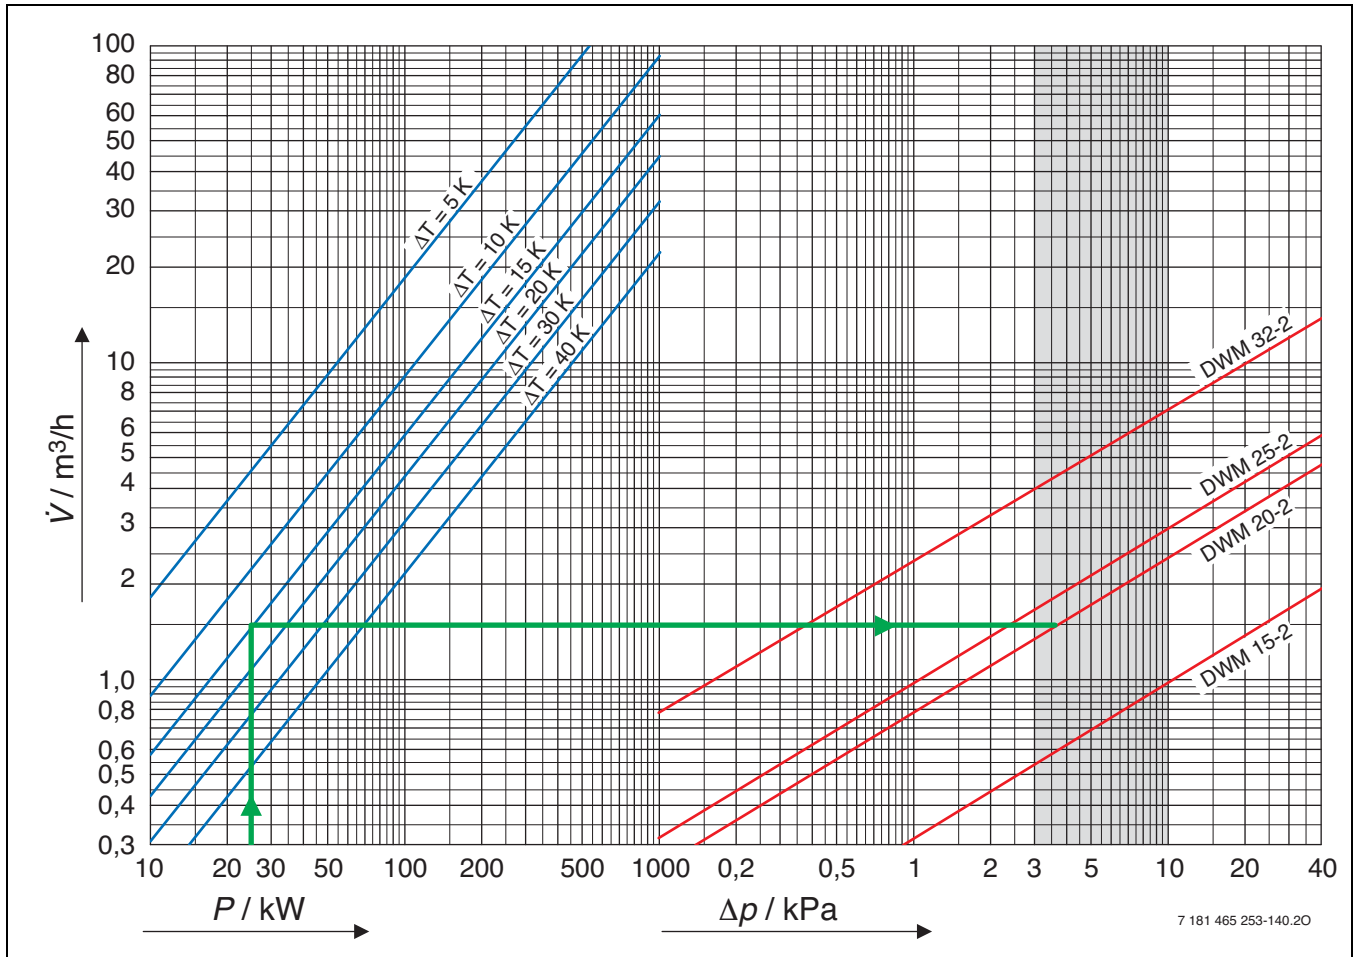

Bild 121 Auslegungsdiagramm für 3-Wege-Mischer
Um eine gute Reglercharakteristik zu erreichen, muss der Druckabfall im Mischer gleich dem Druckabfall des sog. „mengenvariablen“ Teils des Rohrnetzes sein, also ebenfalls ca. 3,0 ... 10,0 kPa. Dieser Zusammenhang liegt dem Dimensionierungsdiagramm (Bild 121) zugrunde.
- ▶ In der linken Hälfte von Bild 121 den Schnittpunkt von der Leistungslinie und der Temperaturdifferenzlinie suchen.
- ▶ In der linken Hälfte von Bild 121 den Schnittpunkt von der Leistungslinie und der Temperaturdifferenzlinie suchen. Dieser liegt bei dem Durchfluss von ca. $1,5 \text{ m}^3/\text{h}$.